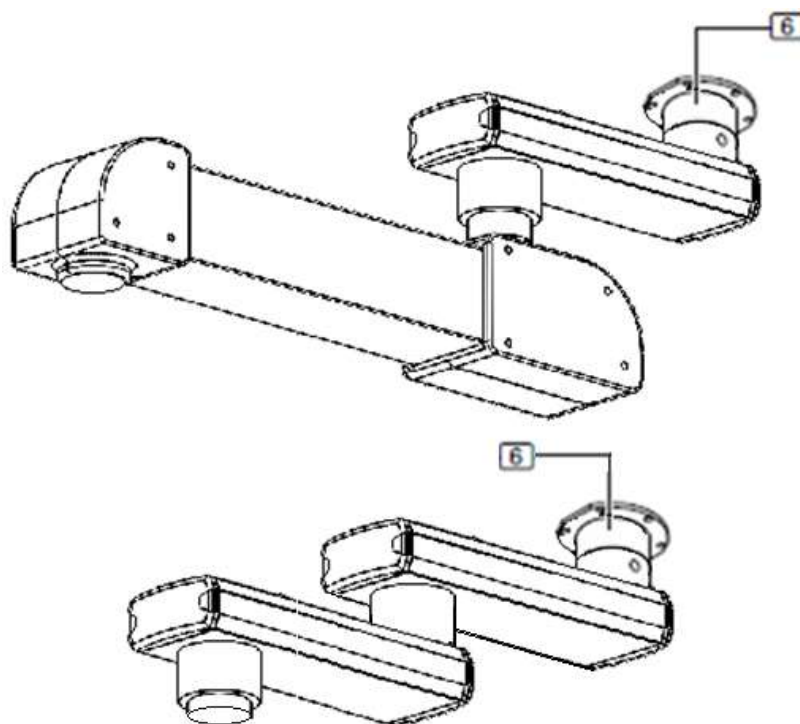

Fig. 13 S-COLUMN en S-COLUMN MOTOR met dubbele arm
- Stel de afstand tussen de zeskantmoeren M16 ② en de interfaceplaat (1) in op 150 mm.
- Draai de zeskantmoeren M16 ② op de schroefbouten M16 ① op de berekende afstand L vast.
- Lijn de zeskantmoeren M16 ② horizontaal uit met behulp van een digitale waterpas.
- Plaats 1 platte sluitring met een buitendiameter van 34 mm ③.
- Plaats 1 kunststof isolatieschijf ④ (zoals weergegeven in afbeelding 13) zodanig dat de platte sluitring met een buitendiameter van 34 mm ③ op de kunststof isolatieschijf ④ rust.